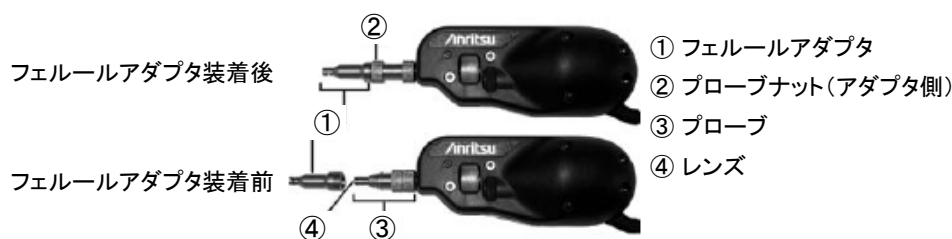

図 5.2.1-1 フェルールアダプタ
2. 適切なフェルールアダプタを用意します。プローブ先端部の根元の切り欠きに、フェルールアダプタのピンをあわせるように奥まで差し込みます。詳しくは、図 5.2.1-2 を参照してください。